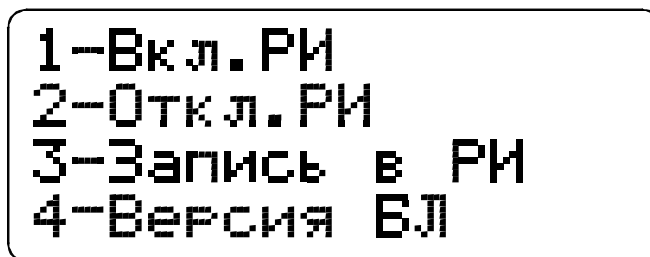

Рис.17 2-я страница подменю "Команды"
2.2.5.4. Из меню "Состояние линии комплекса", нажимая клавишу [ # ], войдите в меню "Команды комплекса". Нажмите на клавишу [ 5 ], при этом высветится 2-я страница подменю "Команды" (см. Рис.17).